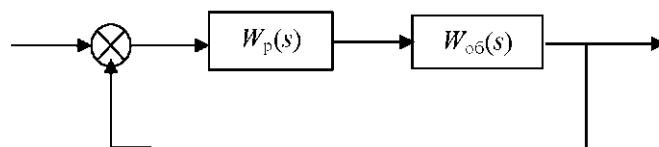

Рис. 9 Структурная схема системы автоматического регулирования
Задача 6. Исследовать устойчивость системы автоматического регулирования (рис. 9):
1) Для исследования устойчивости систем автоматического регулирования с помощью критерия Рауса–Гурвица необходимо знать дифференциальное или характеристическое уравнение системы. Знаменатель передаточной функции всегда представляет собой характеристический полином, поэтому необходимо, прежде всего, записать передаточную функцию замкнутой одноконтурной системы (рис. 9):